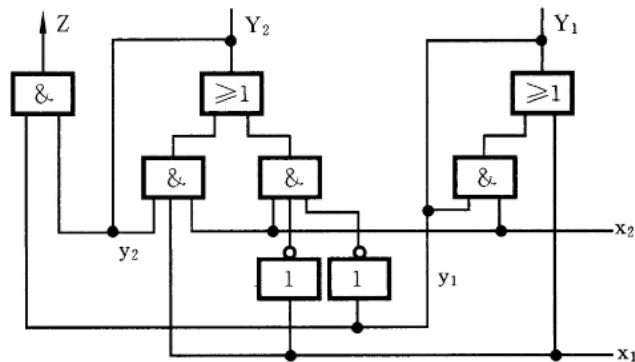

图 6.17 逻辑电路
- 在Logisim上实现例题6.5的“00->10->11”序列检测器（图6.17），该电路的输入为（ x_2 、 x_1 ），状态为（ y_2 、 y_1 ），输出为Z。